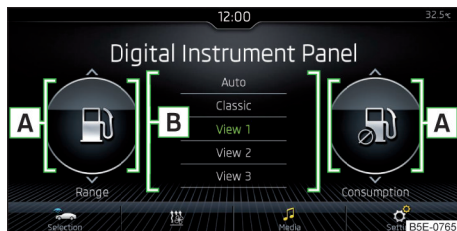

Fig. 38
- ▶ En las zonas **A** » fig. 38 seleccionar la información adicional deseada moviendo el dedo en vertical por la pantalla.